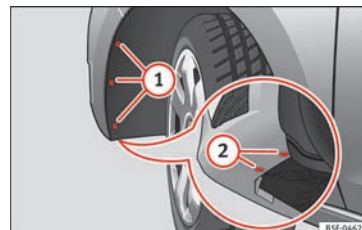

Fig. 112 Tågeforlygte: adgang til stikforbindelse og pæreholder
- Skru de tre skruer ① » **Fig. 112** indvendigt i hjulkassen og de to nederste skruer ② » **Fig. 112** i stødfangeren ud med en skruetrækker.